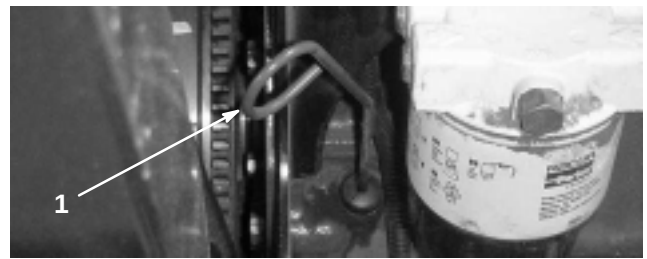

Bild 15
2. Entfernen Sie den Peilstab und wischen ihn mit einem sauberen Lappen ab (Bild 15). Stecken Sie den Peilstab in das Rohr und stellen sicher, dass er vollständig eingeführt ist. Entfernen Sie den Peilstab und kontrollieren den Ölstand. Gießen Sie, wenn der Ölstand zu niedrig ist, nur so viel Öl langsam in das Einfüllrohr, dass der Ölstand die Voll-Markierung am Peilstab erreicht.